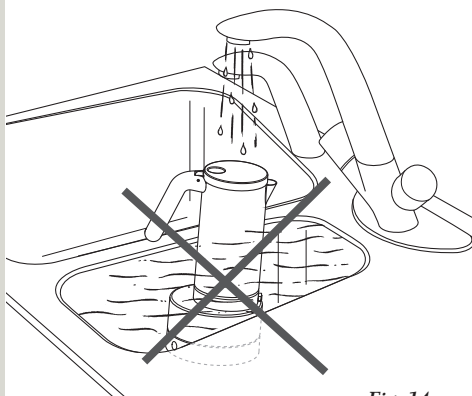

Fig. 14
- Non ponete la Caffettiera sotto il getto d'acqua corrente e non immergetela in acqua. (fig. 14)